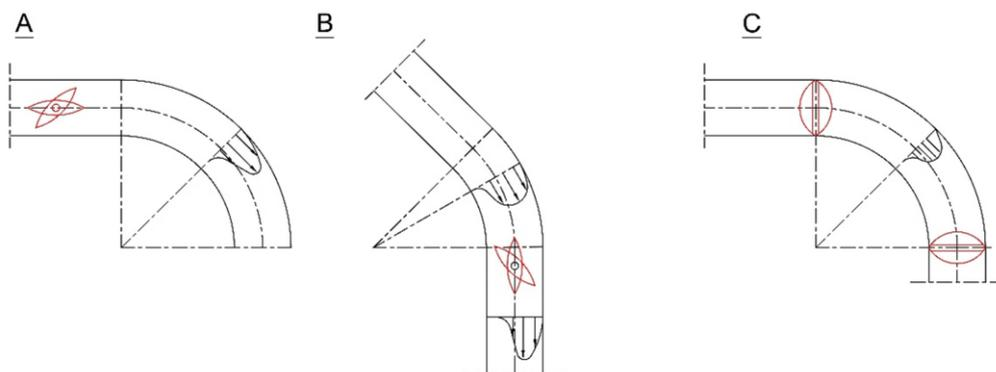

Fig. 3.
Si la vanne est installée en extrémité de canalisation, mettre un tuyau en acier ou fonte en aval de la vanne pour protéger le papillon lors de l'ouverture. Le tuyau n'est pas fourni avec la vanne. L'étanchéité du papillon est assurée dans les deux sens d'écoulement du fluide. La flèche gravée dans le corps de la vanne indique le sens d'écoulement depuis l'extrémité opposée à la face du papillon supportant l'anneau de maintien du joint d'étanchéité. Dans ce sens d'écoulement, le papillon est poussé sur le siège assurant le blocage du joint d'étanchéité. Respecter le sens d'écoulement indiqué sur le corps de vanne lors de l'installation améliore considérablement la durée de vie et la fiabilité même si le fluide contient des solides qui passe dans la vanne. Par conséquent, les dépôts peuvent être entraînés depuis l'amont de la vanne par un débit maximal possible sur la partie inférieure du papillon lors de l'ouverture de la vanne (voir fig 3). La vanne peut être installée dans n'importe quelle orientation et les deux sens d'écoulement, à condition que les axes des pivots du papillon soient alignés horizontalement.
1. Pour les vannes papillon du DN200 au DN2000, la tige de manœuvre de la vanne doit être perpendiculaire à l'axe de la canalisation (coude / té) (voir Fig. 3).